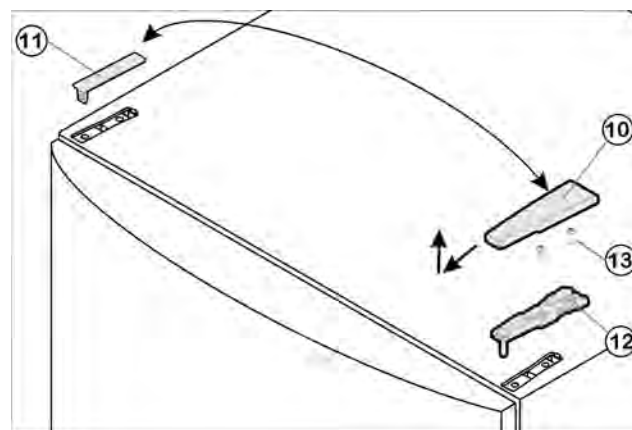

Fig. 4
- ▶ Wyjąć osłonę Fig. 4 (10) do przodu i do góry.
- ▶ Podnieść osłonę Fig. 4 (11).
- ▶ Odkręcić górną płytkę zawiasu Fig. 4 (12) (2 razy Torx® 25) Fig. 4 (13) i wyjąć ją do góry.
- ▶ Włożyć w drzwi górną płytkę zawiasu Fig. 4 (12) po nowej stronie zawiasów.
- ▶ Przykręcić mocno górną płytkę zawiasu Fig. 4 (12) (z siłą 4 Nm) (2 razy Torx® 25) Fig. 4 (13). Ewentualnie nakłuć otwory pod śruby lub użyć wkrętarki akumulatorowej.
- ▶ Zazębnić osłonę Fig. 4 (10) i osłonę Fig. 4 (11) odpowiednio po przeciwną stronę.